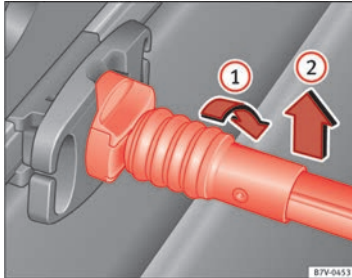

Abb. 98 Kuvertnetz aushängen.
- Haltestange um 90° nach rechts drehen ⇒ Abb. 98 ①, bis die rote Markierung an der Haltestange zu sehen ist. Haltestange nach oben herausnehmen ②.